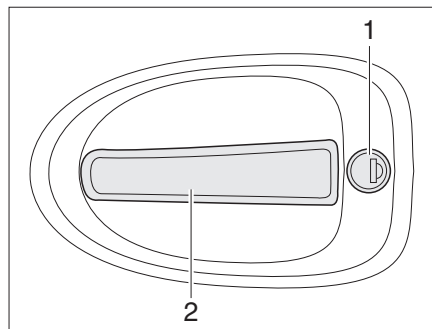

Fig. 37 Cerradura de la puerta del conductor, en el exterior
Abrir: ■ Introducir la llave en el cilindro de cierre (Fig. 37,1) y girarla hasta que esté desbloqueada la cerradura de la puerta.
■ Tirar del tirador de la puerta (Fig. 37,2). La puerta está abierta.
Bloquear: ■ Introducir la llave en el cilindro de cierre (Fig. 37,1) y girarla hasta que esté bloqueada la cerradura de la puerta.